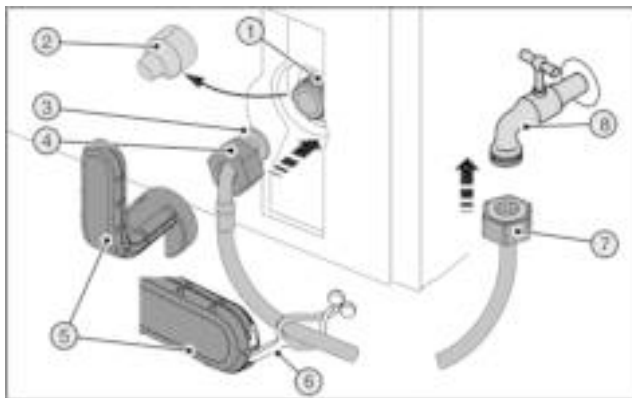
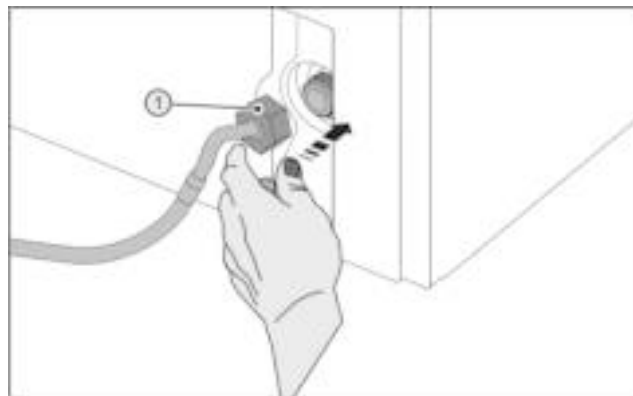

Fig. 45
Fig. 46
Gebroken hulpgereedschap Fig. 45 (5)!
- Hulpgereedschap Fig. 45 (5) uitsluitend op kamertemperatuur gebruiken.
- Afdekking Fig. 45 (2) eraf trekken.
- Gemakkelijkere montage: Recht uiteinde van de slang Fig. 45 (7) aan de linkerkant op de bodem leggen.
- Schuif de moer Fig. 45 (4) via het haakse uiteinde van de slang Fig. 45 (3) tot aan het uiteinde en houd de moer vast.
- De moer Fig. 46 (1) voorzichtig aanbrengen en met twee vingers recht op de schroefdraad draaien tot een correcte passing wordt bereikt.
- De moer Fig. 46 (1) moet met het hulpgereedschap Fig. 45 (5) rechtsom worden vastgedraaid tot het maximale aanhaalmoment is bereikt en het hulpgereedschap Fig. 45 (5) is dolgedraaid.
- De moer Fig. 45 (7) op de afsluitkraan Fig. 45 (8) schroeven.
- De moer Fig. 45 (7) moet met het hulpgereedschap Fig. 45 (5) rechtsom worden vastgedraaid tot het maximale aanhaalmoment is bereikt en het hulpgereedschap Fig. 45 (5) is dolgedraaid.
- De afsluitkraan Fig. 45 (8) van de watervoorziening openen en het volledige watersysteem op dichtheid controleren.
- De lus Fig. 45 (6) in het hulpgereedschap Fig. 45 (5) aanbrengen en voor het opbergen aan de roestvrijstalen slang bevestigen.